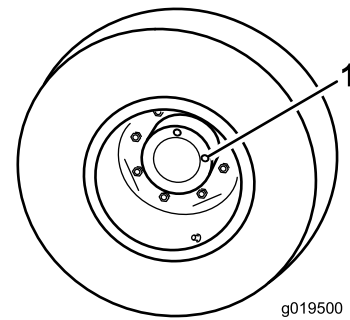

Figura 58
1. Con la máquina en una superficie nivelada, coloque la rueda con un tapón de verificación en la posición de las 12 y el otro en la posición de las 3 (Figura 58).
1. Tapón de verificación/drenaje (2)
2. Retire el tapón de la posición de las 3 (Figura 58).